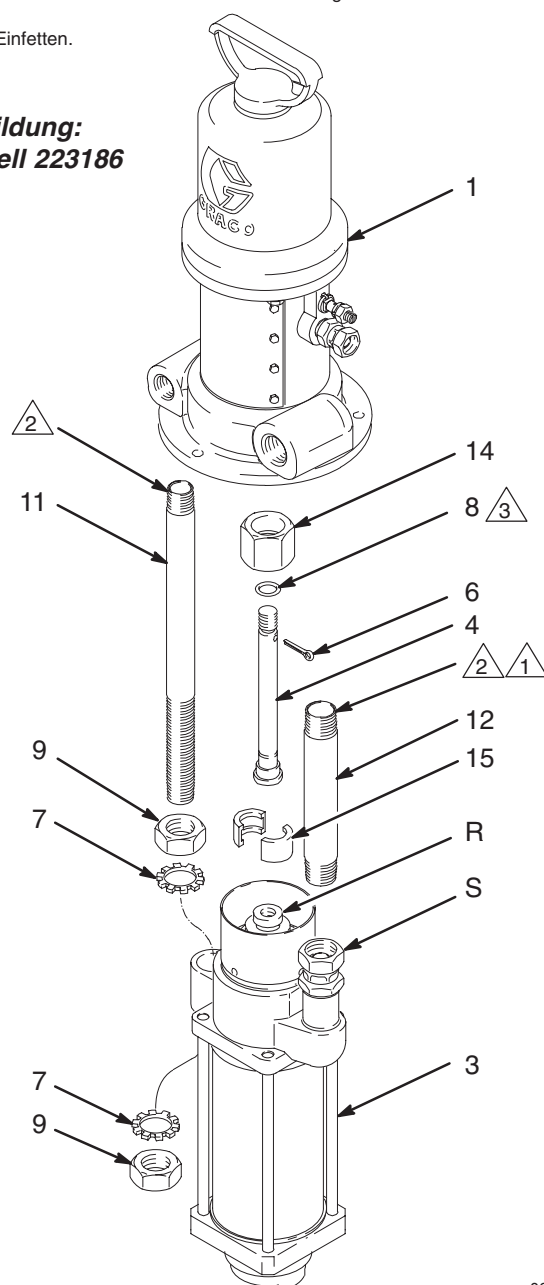

Abb. 4
3. Die Überwurfmutter (14) von der Kolbenstange (R) abschrauben. Die Klemmbacken (15) entfernen. Siehe Abb. 4.
4. Die untere Sicherungsmutter (9) und den Federring (7) vom Rücklauf-Montagerohr (11) abschrauben.
5. Schottverschraubung (S) vom Zulauf-Montagerohr (12) abschrauben.
1. Unterpumpe an den Montagerohren (11, 12) anlegen. Die obere Sicherungsmutter (9) mehrere Umdrehungen auf das Rücklauf-Montagerohr (11) schrauben. Die Schottverschraubung (S) sicher am Zulauf-Montagerohr (12) anschrauben. Siehe Abb. 4.
2. Die Verbindungsstange (4) und die Kolbenstange (R) zusammenführen; nötigenfalls die Sicherungsmuttern (9) am Rücklauf-Montagerohr (11) entsprechend einstellen, um die Stangen aneinander auszurichten.
3. Die Klemmbacken (15) so anordnen, daß sie in die Verbindungsstange (4) und die Kolbenstange (R) eingreifen. Die Kupplungsmutter (14) über die Klemmbacken schieben und fest an der Kolbenstange anschrauben.
4. Die Sicherungsmuttern (9) gut festziehen.
6. Luftmotor starten und Pumpe langsam laufen lassen. Die Sicherungsmuttern (9) am Rücklauf-Montagerohr (11) nach Bedarf einstellen, bis die Pumpe bei minimalem Luftdruck gleichmäßig läuft. Die Sicherungsmutter fest anziehen.